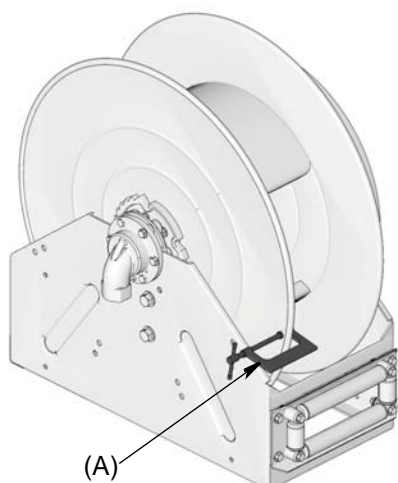

FIG. 17
3. Attacher un collier en C (A) sur la bobine de l'enrouleur comme montré sur la FIG. 17 pour que l'enrouleur ne puisse pas brusquement se déverrouiller et tourner librement.